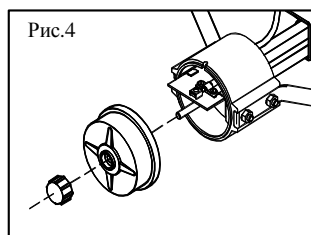

Рис. 4
- 5.4. Снять крышку монтажной коробки, предварительно отвернув гайку (см. рис.4).